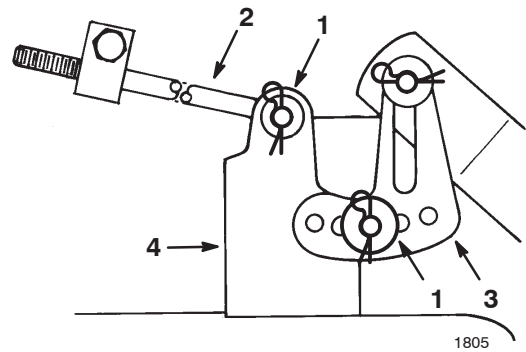

Bild 40
9. Entfernen Sie den Splint und die Scheibe vom Ende der langen Stange (Bild 40). Schieben Sie die Stange aus der Mähwerkbefestigung heraus.
10. Entfernen Sie den Splint und die Scheibe von der Mähwerknivellierhalterung (Bild 40). Schieben Sie den Bügel vom Montagestift herunter. Bringen Sie die Scheibe und den Splint zur Einlagerung wieder an.